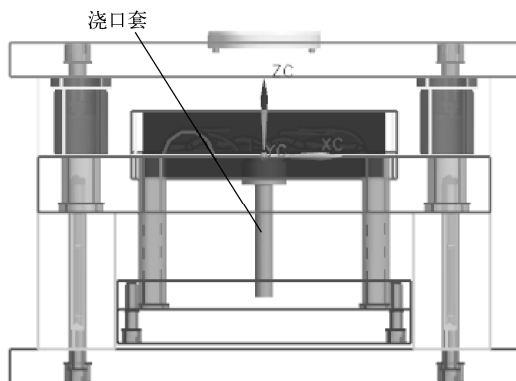

图 10-55 添加浇口套
(4) 单击【确定】按钮，添加如图 10-55 所示的浇口套。
(1) 在图 10-55 所示中选择要重新定位的浇口套。